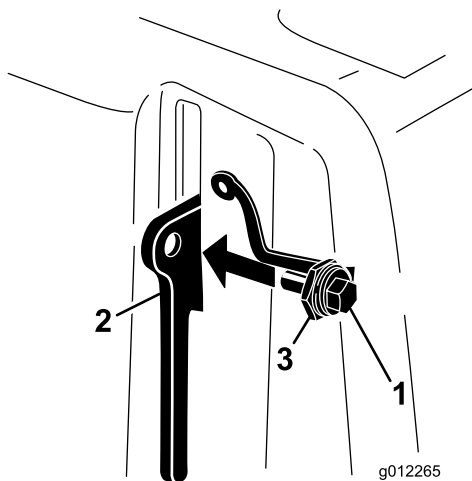

Figura 18
3. Aperte o parafuso na alavanca de bloqueio (Figura 18).